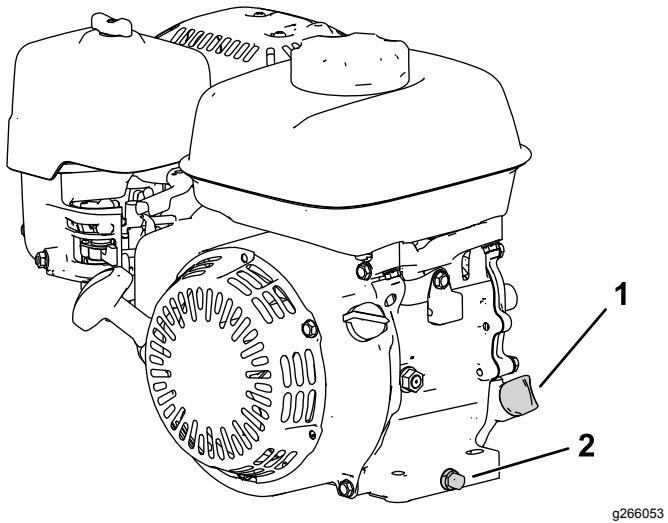

Figura 27
2. Coloque la máquina con el motor nivelado y límpie la zona alrededor del tubo de llenado de aceite (Figura 27).
3. Retire el tapón de vaciado, la arandela y la varilla (Figura 27).